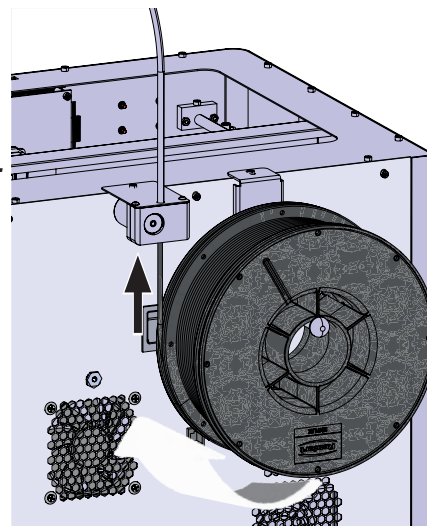

Fig. 20
**Si assicuri che la bobina di filamento sia posizionata sul supporto della bobina di filamento in modo tale che il filamento possa essere inserito in senso orario dal basso nell'FMS (Fig. 20).**